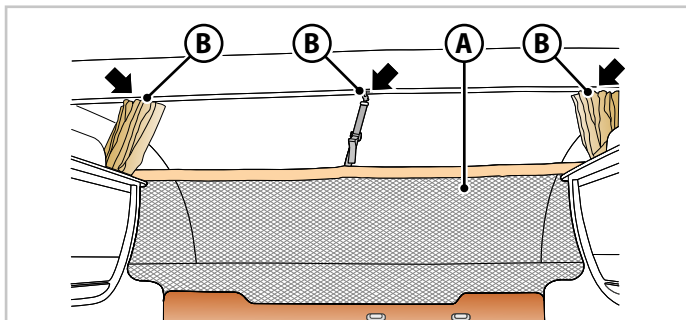
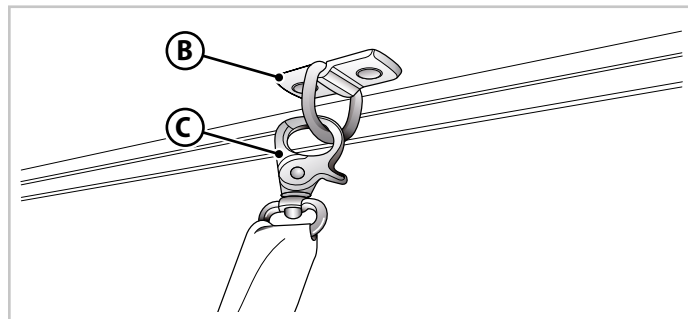

Fig.6.18 - Rede de proteção da cama basculante
Fig.6.19 - Gancho da rede de proteção
- Fixar a rede de proteção (**A** - Fig.6.18) por meio dos ganchos (**B** - Fig.6.18 e Fig.6.19) nos anéis previstos (**C** - Fig.6.19).